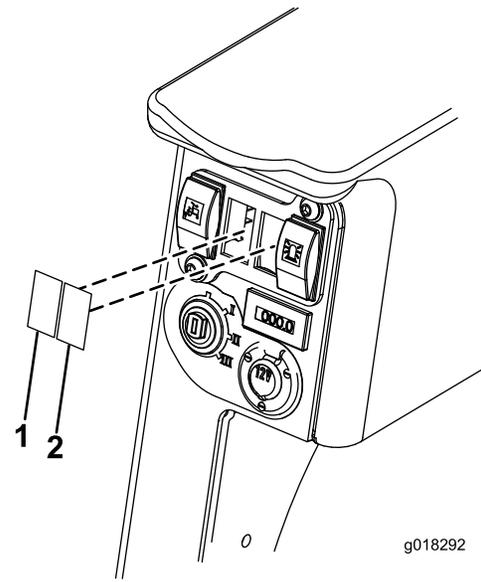

Figura 17
5. Retire los tapones de los interruptores Figura 17.